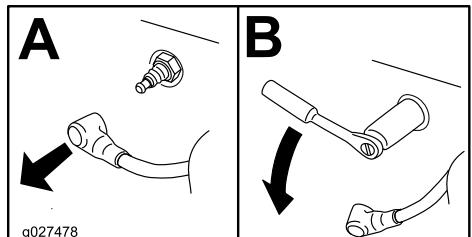

Figura 45
3. Rimuovete la candela come illustrato nella Figura 45.